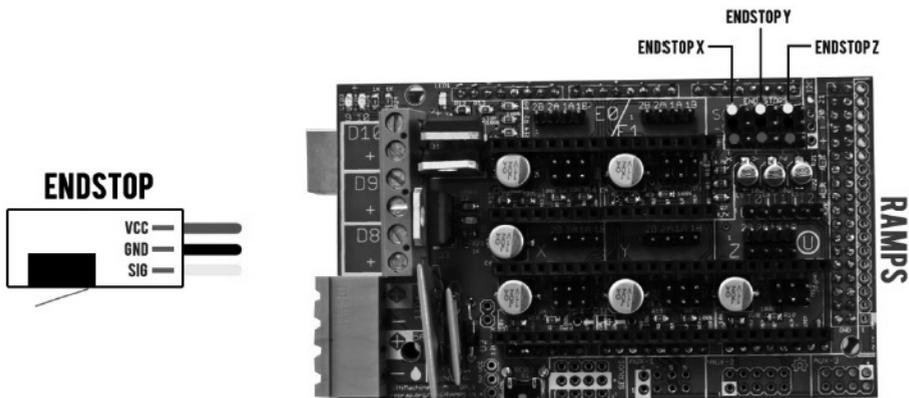

图 3-71 RAMPS 上的 Endstop 连线
(5) 参考如图 3-71 所示，连接 RAMPS 上的 Endstop 连线。